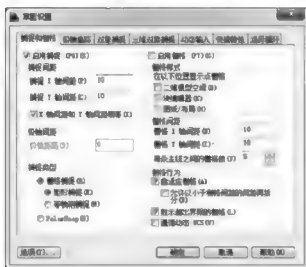

图 2-64
**步骤 2:** 在【草图设置】对话框中单击 **捕捉和栅格** 项，切换到【捕捉和栅格】参数设置面板，如图 2-64 所示。